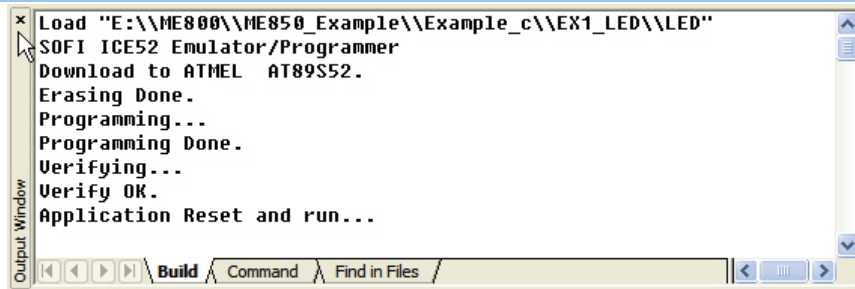

图 3.16 Keil 编程信息
- 点击 Keil 工具栏的 Keil 按钮，或者是菜单【Flash】→【Download】即可将程序烧写开发板的实验芯片(AT89S52)内。Keil 的窗口内会显示如图 3.16 所示的内容。此时开发板上单片机便开始运行之前该程序。